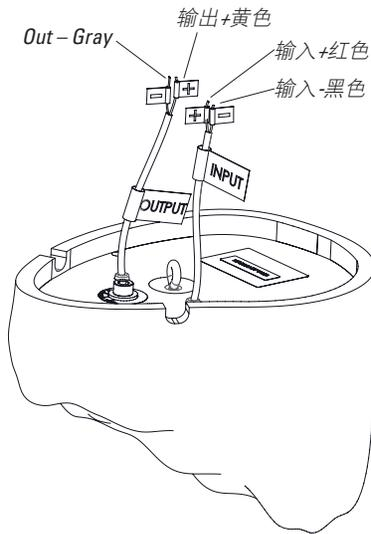

图 33
5. L12XC 扬声器随附的变压器设置为 250W。如您想采用较低的功率配置，使用飞利浦螺丝刀卸下飞利浦保护螺钉，如图 33 所示。